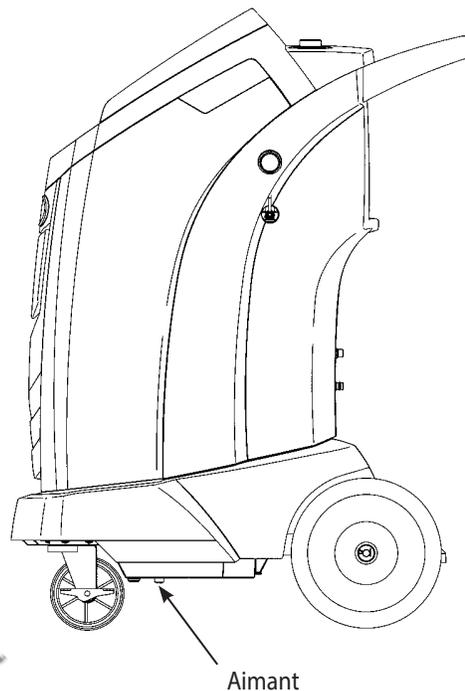

Figure 13
1. Reportez-vous à la figure 13 et vérifiez que l'aimant en bas de la machine est propre.